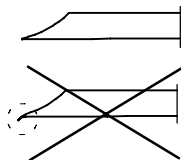

Рис. 37
- ◆ Поврежденные канюли (например, погнутые, тупые) замените. (рис. 37)